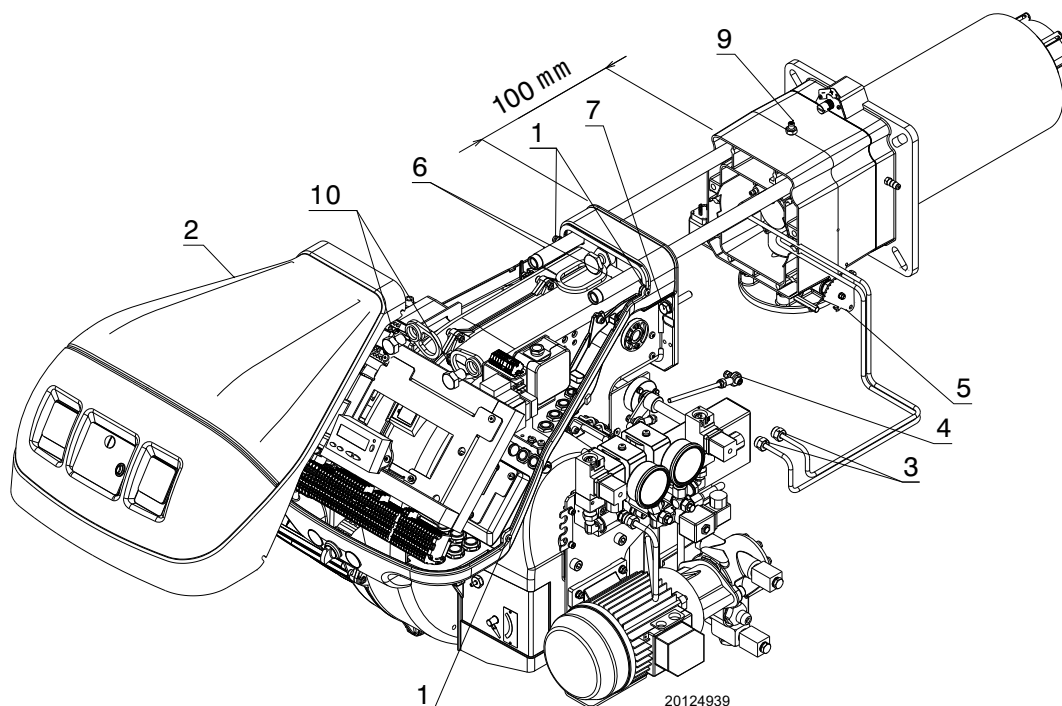

Рис. 57
- Ослабьте 4 винта 1) (Рис. 57) и снимите кожух 2).